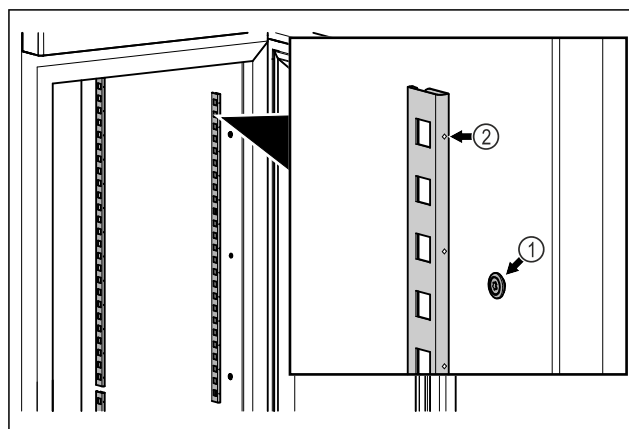

Fig. 85 Primjer izgleda
- Zakvačite letvice u ovjes Fig. 85 (1). Oznaka Fig. 85 (2) mora biti okrenuta prema naprijed.